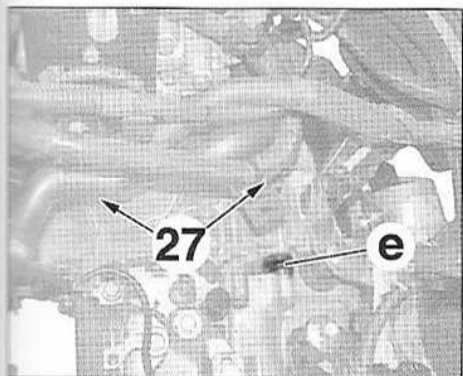

FIG.13
- Déposer les vis (27) d'accouplement moteur/boîte de vitesses (Fig.13).